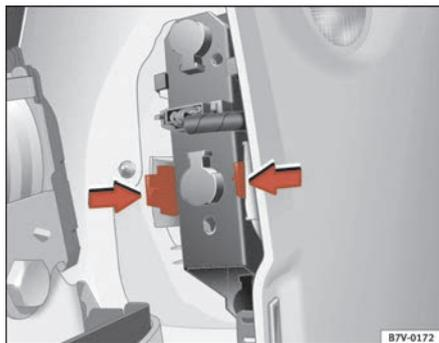

Fig. 165 Luci sulla carrozzeria
- Premere sulle linguette laterali nella direzione indicata dalla freccia ⇒ fig. 165.